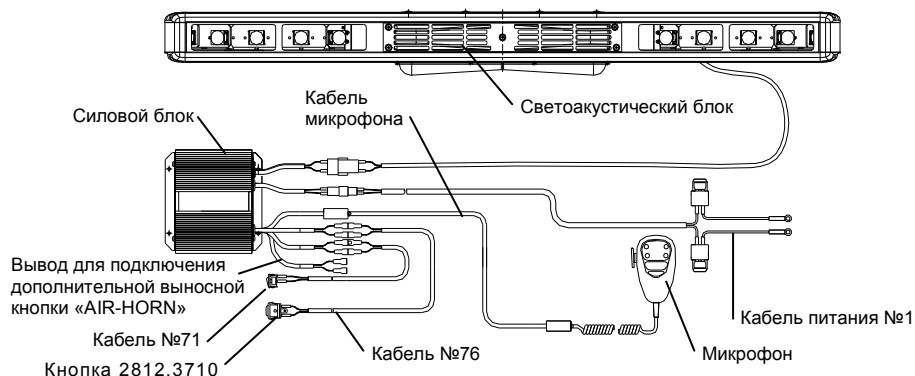

Рисунок 1.1 - Общий вид СГУ «Колумб»
2.3.1 Включить СГУ выключателем питания на кабеле №71 (рисунок 1.1).